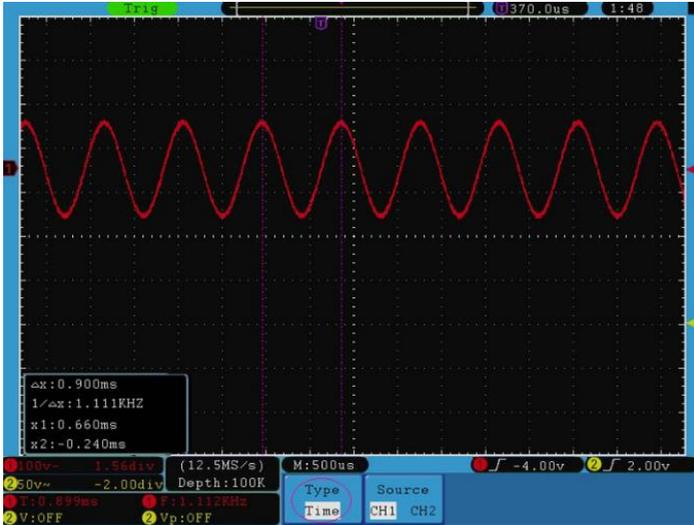

Рисунок 5.73. Вид осциллограммы при курсорных измерениях временных интервалов
4. В соответствии с особенностями измеряемой осциллограммы выберите положения курсора 1 и курсора 2 вращением регуляторов **VERTICAL POSITION** канала **CH1** и канала **CH2**. В окне в левом нижнем углу окна отображения осциллограммы показывается временной интервал между курсорами, обратную ему величину с размерностью частоты, и текущие значения положений обоих курсоров (см. рисунок 5.73).